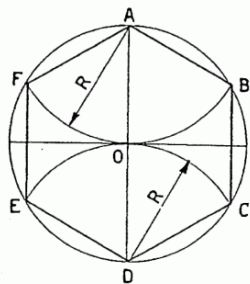

Figura 5
- Esercizio n.5 Dividere una circonferenza in sei parti uguali e costruire l'esagono (Figura 5)